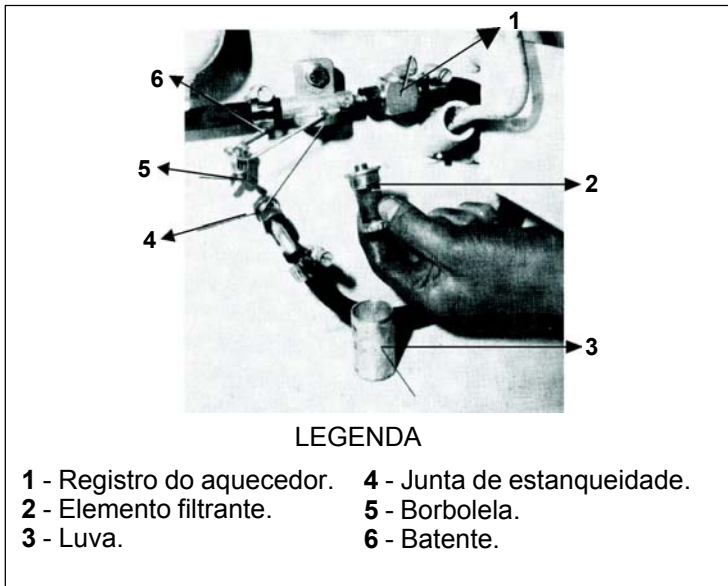

Fig 8-35. Filtro decantador
(1) Na torre:
- (b) filtro decantador; (Fig 8-35)